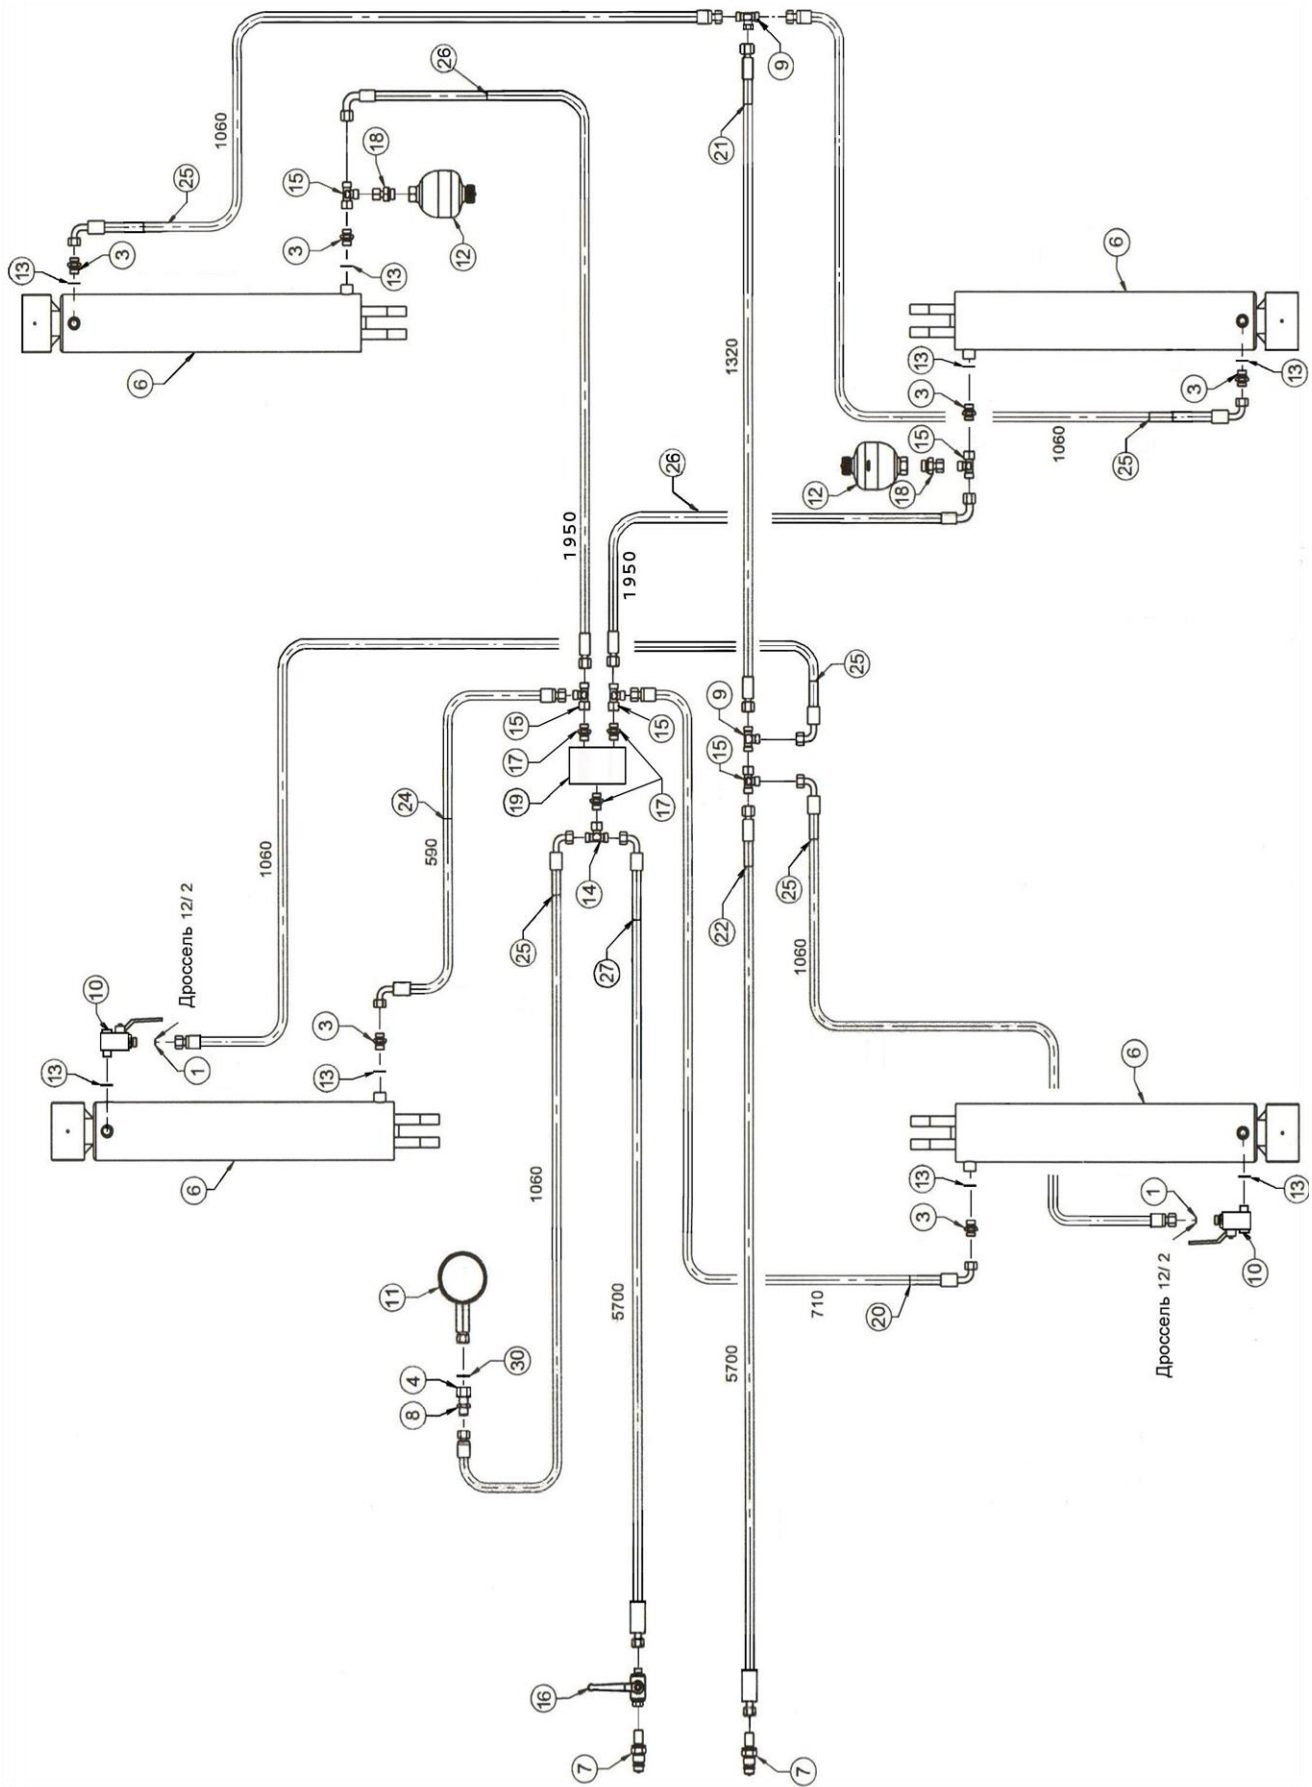

Рисунок 17 - Схема гидравлическая складывания - раскладывания крыльев
*Второй контур* (рисунок 17, таблица 20): Гидросистема складывания крыльев служит для подъема и опускания крыльев при переводе культиватора из рабочего положения в транспортное и обратно, а также для копирования почвы во время работы в поле.